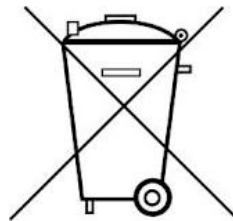

Fig. 1 Medição da densidade de fluxo no entreferro entre as sapatas polares de um eletro-ímã na montagem de experiência no aparelho base para o efeito de Hall
- Montar a experiência segundo Fig. 1.